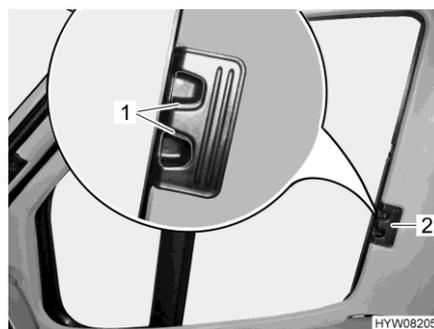

Fig. 25 Estor plegable (ventana del conductor/acompañante)
- Presionar los tiradores de desbloqueo (Fig. 25,1) y mantenerlos presionados.
- Cerrar los estores plegables para la ventana del conductor y la ventana del acompañante tirando en el tirador (Fig. 25,2) hacia el otro lado de la ventana y uniéndolos en las tiras magnéticas.
- Introducir los estores plegables para la ventana del conductor y la ventana del acompañante hasta el tope desplazando el tirador (Fig. 25,2).
- Soltar los tiradores de desbloqueo (Fig. 25,1) y dejar que engatillen.